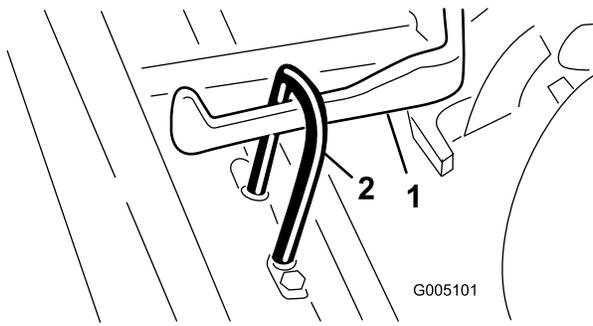

Figura 7
- Fate scorrere l'apparato di taglio sotto il telaio di traino facendo scorrere contemporaneamente il gancio di sollevamento sul relativo braccio (Figura 7).